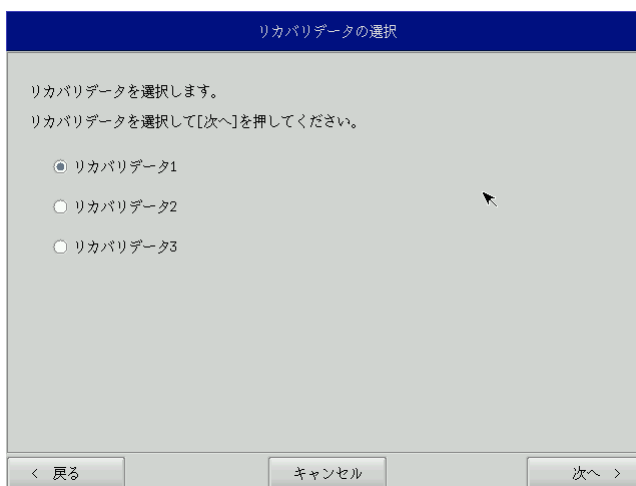

図 6-2-1. リカバリデータ選択画面
- ⑤ リカバリデータ選択画面（図 6-2-1）が表示されます。製品に合わせてリカバリデータを選択し、[次へ]ボタンを押します。表 6-2-1 に FC*2*/*3*シリーズで選択できるリカバリデータを示します。